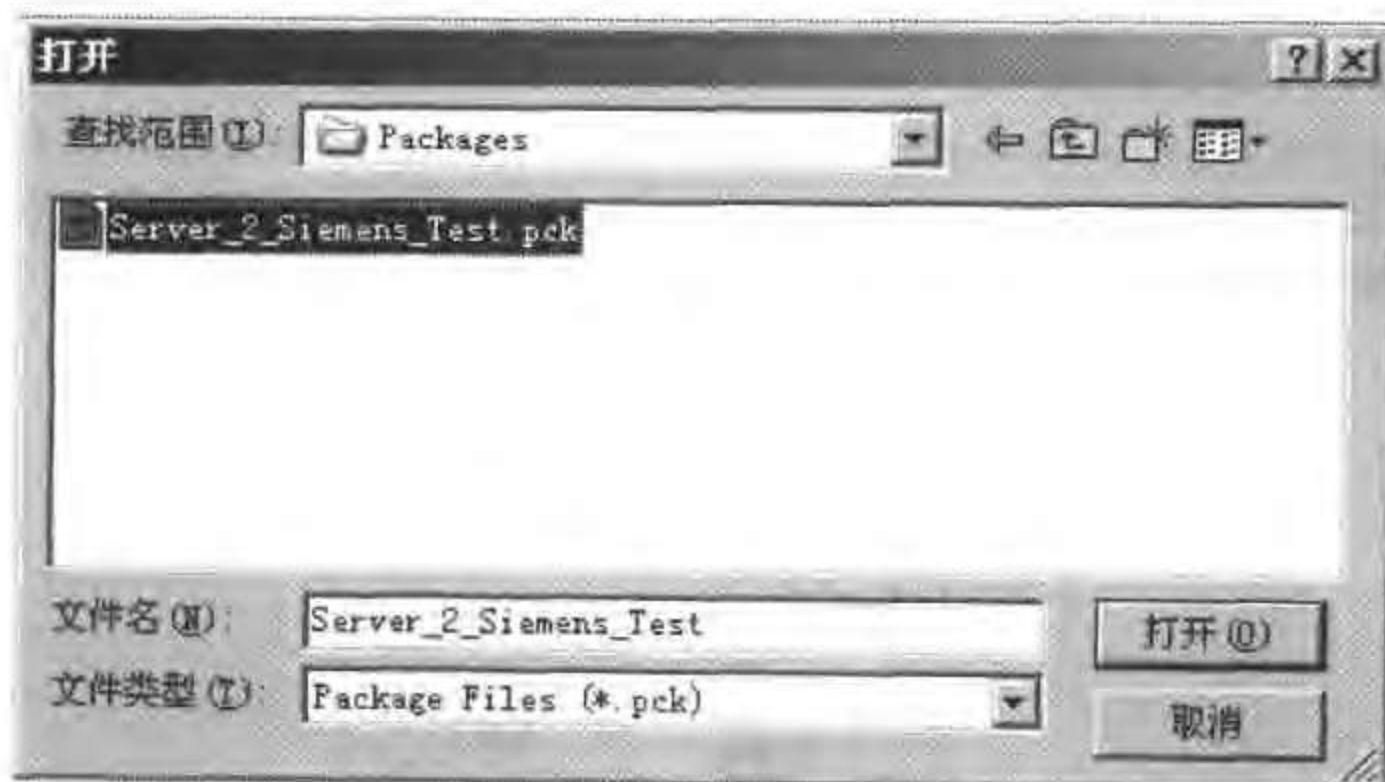

图 12-12 服务器数据包路径
- 选择要导入的数据包,并单击“确定”按钮。通常,服务器数据包将以名称“<项目名称\_计算机名称>\*.pck”存储在目录“...\\<服务器项目名称>\<计算机名称>\程序包\”中,如图 12-12 所示。然而,也可以访问存储在任何数据介质中的数据包。